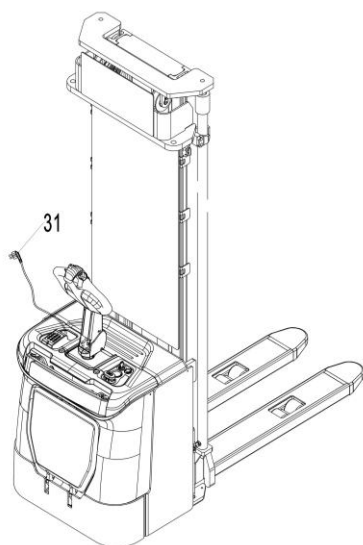

Рис. 20. Зарядка встроенным з/у
- Вытащите штекер зарядного устройства (рис. 20/21, поз. 31) и подсоедините к сети.